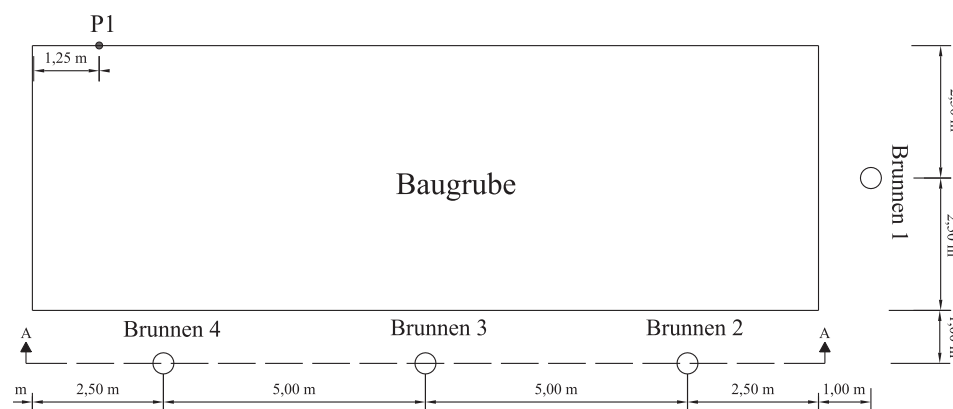

Abbildung 1.1: Grundriss der Baugrube mit Brunnenanordnung
Eine schmale Baugrube soll mit Hilfe eines Brunnensystems trockengelegt werden. Bedingt durch eine angrenzende Bebauung wird die Anordnung von fünf Brunnen, wie in Bild 1.1 dargestellt, gewählt. Die Durchlässigkeit des bis zu einer Tiefe von 6,00 m unter Gelände anstehenden Sandes soll sowohl im Labor als auch mit einer Probeabsenkung in situ ermittelt werden.
- 1.3 Das Absenkziel liegt bei 2,80 m unter der Geländeoberfläche. Überprüfen Sie ob das Absenkziel für den in Bild 1.1 gekennzeichneten Punkt  $P_1$  erreicht wird, wenn aus jedem Brunnen eine konstante Wassermenge von  $Q = 8,5 \text{ m}^3/\text{h}$  gefördert wird. Hierfür untersuchen Sie den in Bild 1.1 gekennzeichneten Punkt  $P_1$ . Für die Ermittlung der Reichweite kann die Korrektur nach Weber vernachlässigt werden.